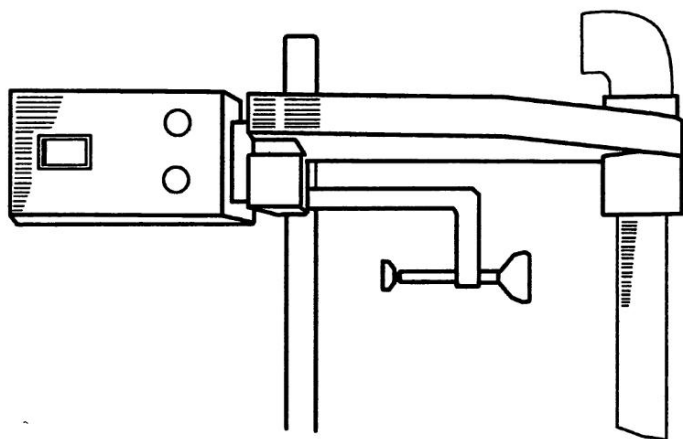

Рис. 19. Как вставить трубу и фитинг в насадки
**Шаг 1.** Взяв в одну руку фитинг, а в другую — трубу, их нужно одновременно ввести в насадки (рис. 19).